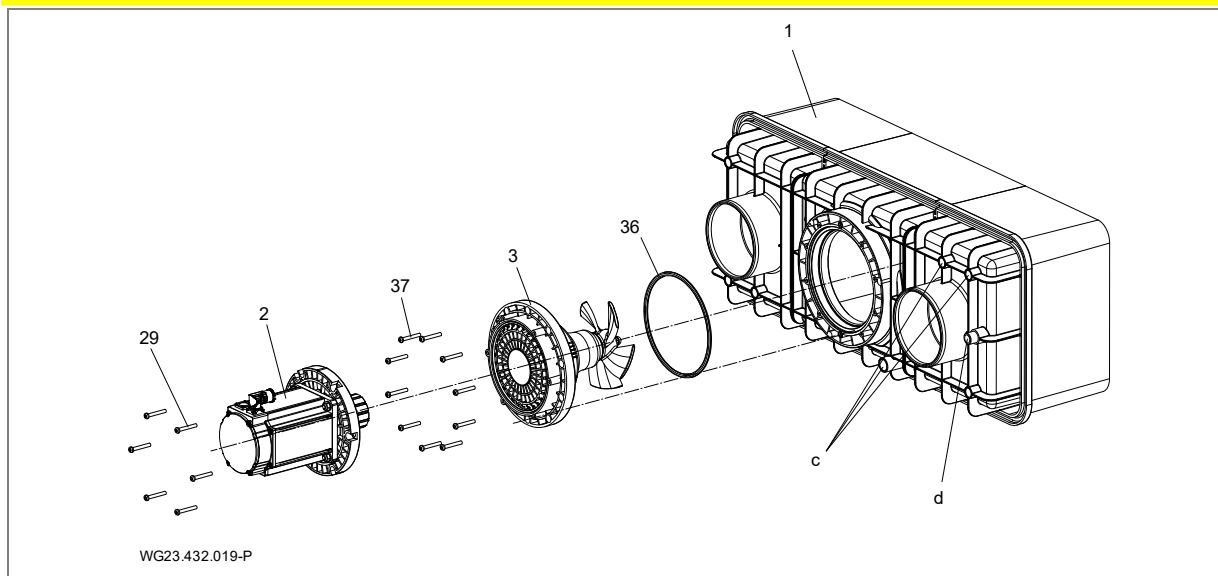

Fig. 16
1. Smør tilslutningsstuds (d, Se "Fig. 16" på side 22) på plasthus (1) og tilslutningsbøsningen på kabelbeskyttelsesslangen (12) med PVC-U/ABS-rens.